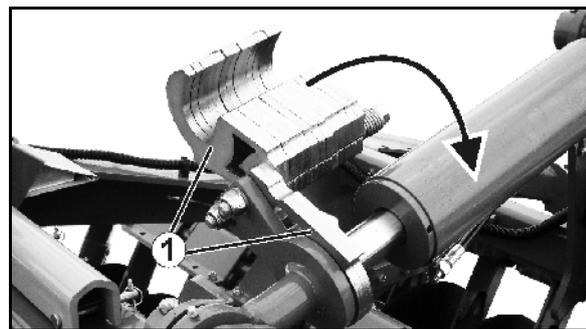

Fig. 71
8. Arbeitstiefe durch Einschwenken der Distanz-Elemente (Fig. 71/1) einstellen.